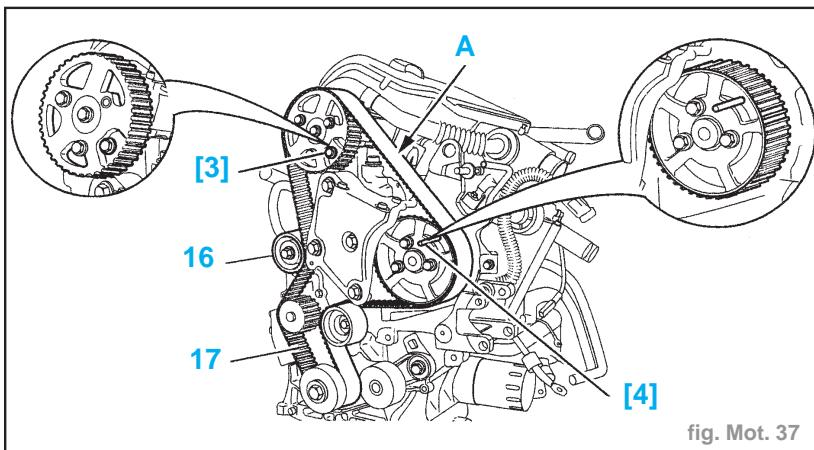

fig. Mot. 37
- Piger la poulie d'arbre à cames à l'aide de l'outil [3] (-.0188-E) (fig. Mot. 37).
- Desserter la fixation du galet tendeur (16).
- Déposer la courroie de distribution (17).